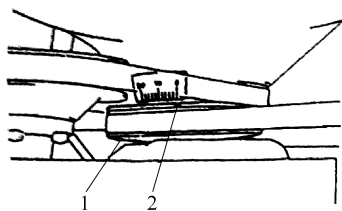

图 6-21 调整曲轴带轮
3) 用 17mm 的扳手, 以顺时针方向转动曲轴上的带轮 1, 直至带轮的“V”符号(白漆)同正时带罩上校准的“0”(零)对齐, 如图 6-21 所示。